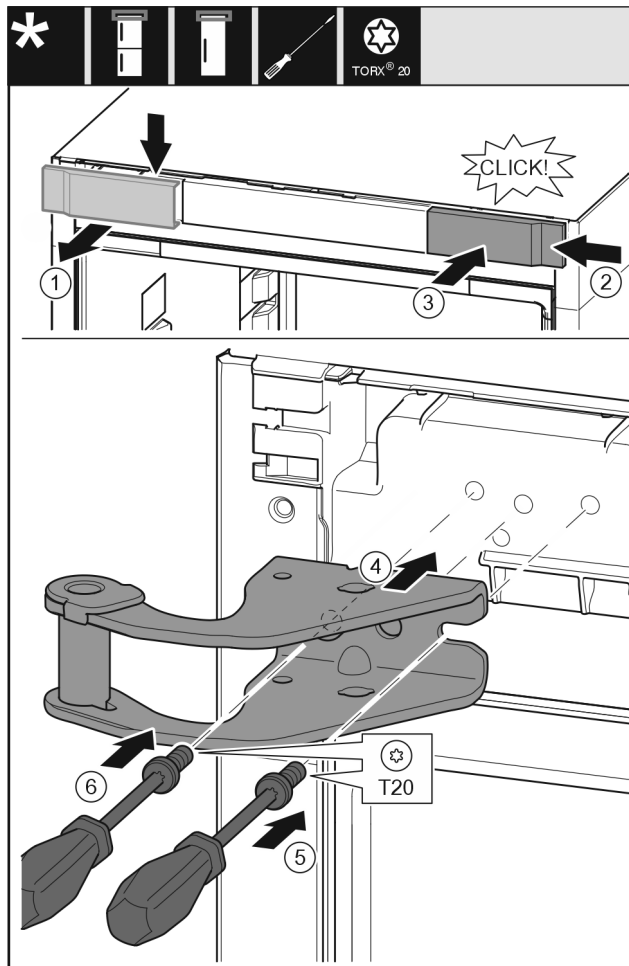

Fig. 15
- ▶ Αφαιρέστε το κάλυμμα Fig. 15 (1) από επάνω προς τα εμπρός.
- ▶ Αναρτήστε το κάλυμμα Fig. 15 (2) περιστρέφοντας το κατά 180° στην άλλη πλευρά από δεξιά.
- ▶ Κουμπώστε το κάλυμμα Fig. 15 (3).
- ▶ Τοποθετήστε το επάνω στήριγμα Fig. 15 (4).
- ▶ Τοποθετήστε και σφίξτε τη βίδα Fig. 15 (5) με κατσαβίδι και σφίξτε τη.
- ▶ Τοποθετήστε και σφίξτε τη βίδα Fig. 15 (6) με κατσαβίδι και σφίξτε τη.